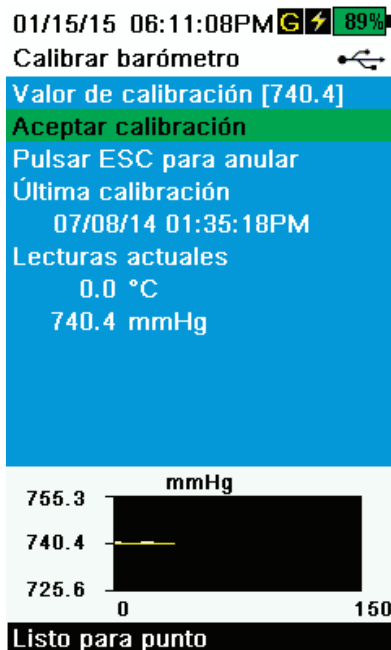

Figura 46 Calibrar el barómetro
3. Seleccione **Aceptar calibración** (Figura 46). Se mostrará "¡Calibración correcta!" en el área de mensajes.